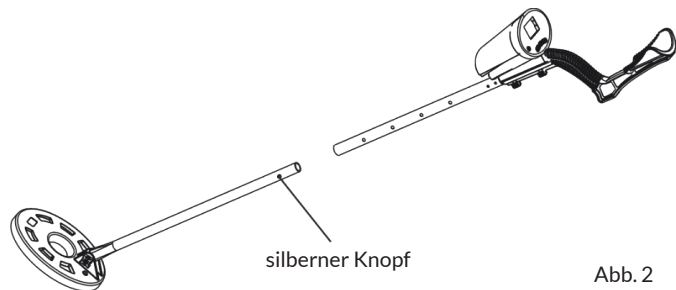

Abb. 2
2. Drücken Sie den silbernen Knopf am Plastikstab nach innen und schieben Sie den schwarzen Aluminiumstab in den Plastikstab hinein. Sobald der silberne Knopf aus dem schwarzen Stab herausragt, können Sie das Gerät verwenden. Der schwarze Aluminiumstab ist mit vier Löchern ausgestattet, so dass die Stablänge von Ihnen beliebig angepasst werden kann, so dass Sie Ihre arme bequem gerade halten können und die Suchsonde dabei trotzdem immer circa 1,5 cm vom Boden entfernt ist (siehe Abbildung 2 und 3).